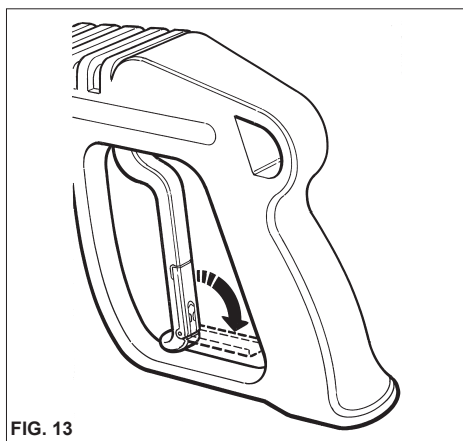

FIG. 13
- Quando l'idropulitrice non viene utilizzata chiudere il dispositivo di sicurezza dell'impugnatura (fig.13)